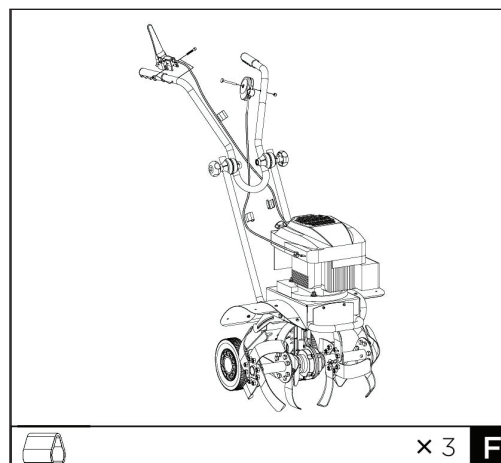

рис. 8
5.6 Установка тросов регулировки дроссельной заслонки и привода фрез (рис.8)